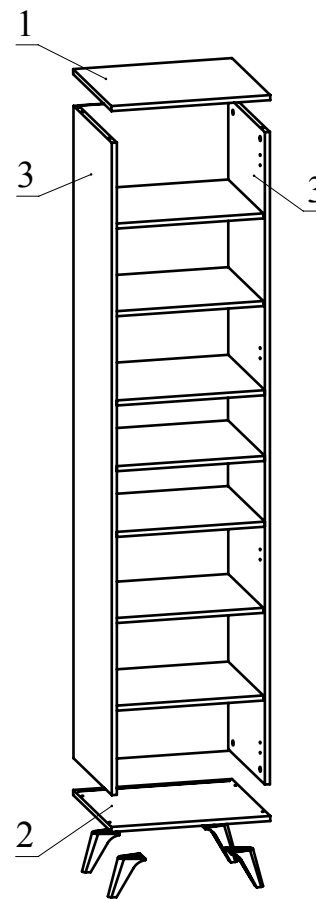

Рис.6
6. Установите деталь 1 на детали 3 и зафиксируйте, повернув конфирматным ключом головки минификсов по часовой стрелке до упора (Рис. 6).
7. Установите деталь 2 на детали 3 и зафиксируйте, повернув конфирматным ключом головки минификсов по часовой стрелке до упора. Шурупами 3,5x20 прикрутите ножки к детали 2 (Рис. 6).